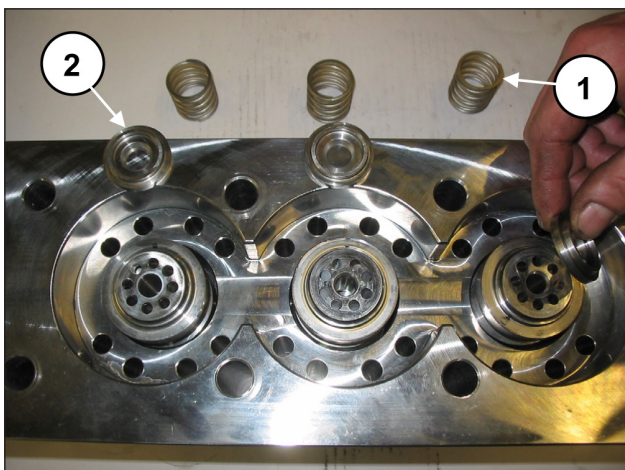

Abb. 114
Achten Sie beim Ausbau der Buchsen darauf, nicht die Ventilsfeder und die Flachventile zu verlieren (Pos. ① und ②, Abb. 114), da diese nur bündig eingesetzt sind und herausfallen können.